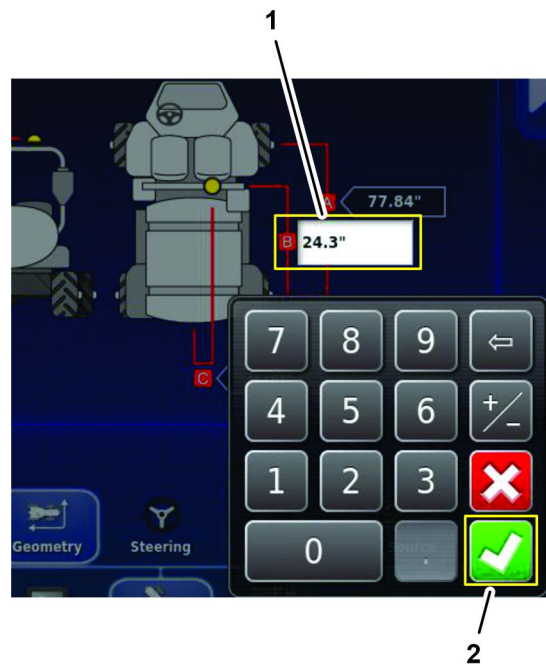

Figura 190
2. Pressione o ícone de distância entre a linha de centro do eixo traseiro e o centro do receptor de satélite (B), utilize o teclado virtual para inserir a medida anotada no formulário de geometria do veículo no tópico Medir a Geometria do Veículo \(página 85\) e pressione o ícone Confirmar (Figura 190).